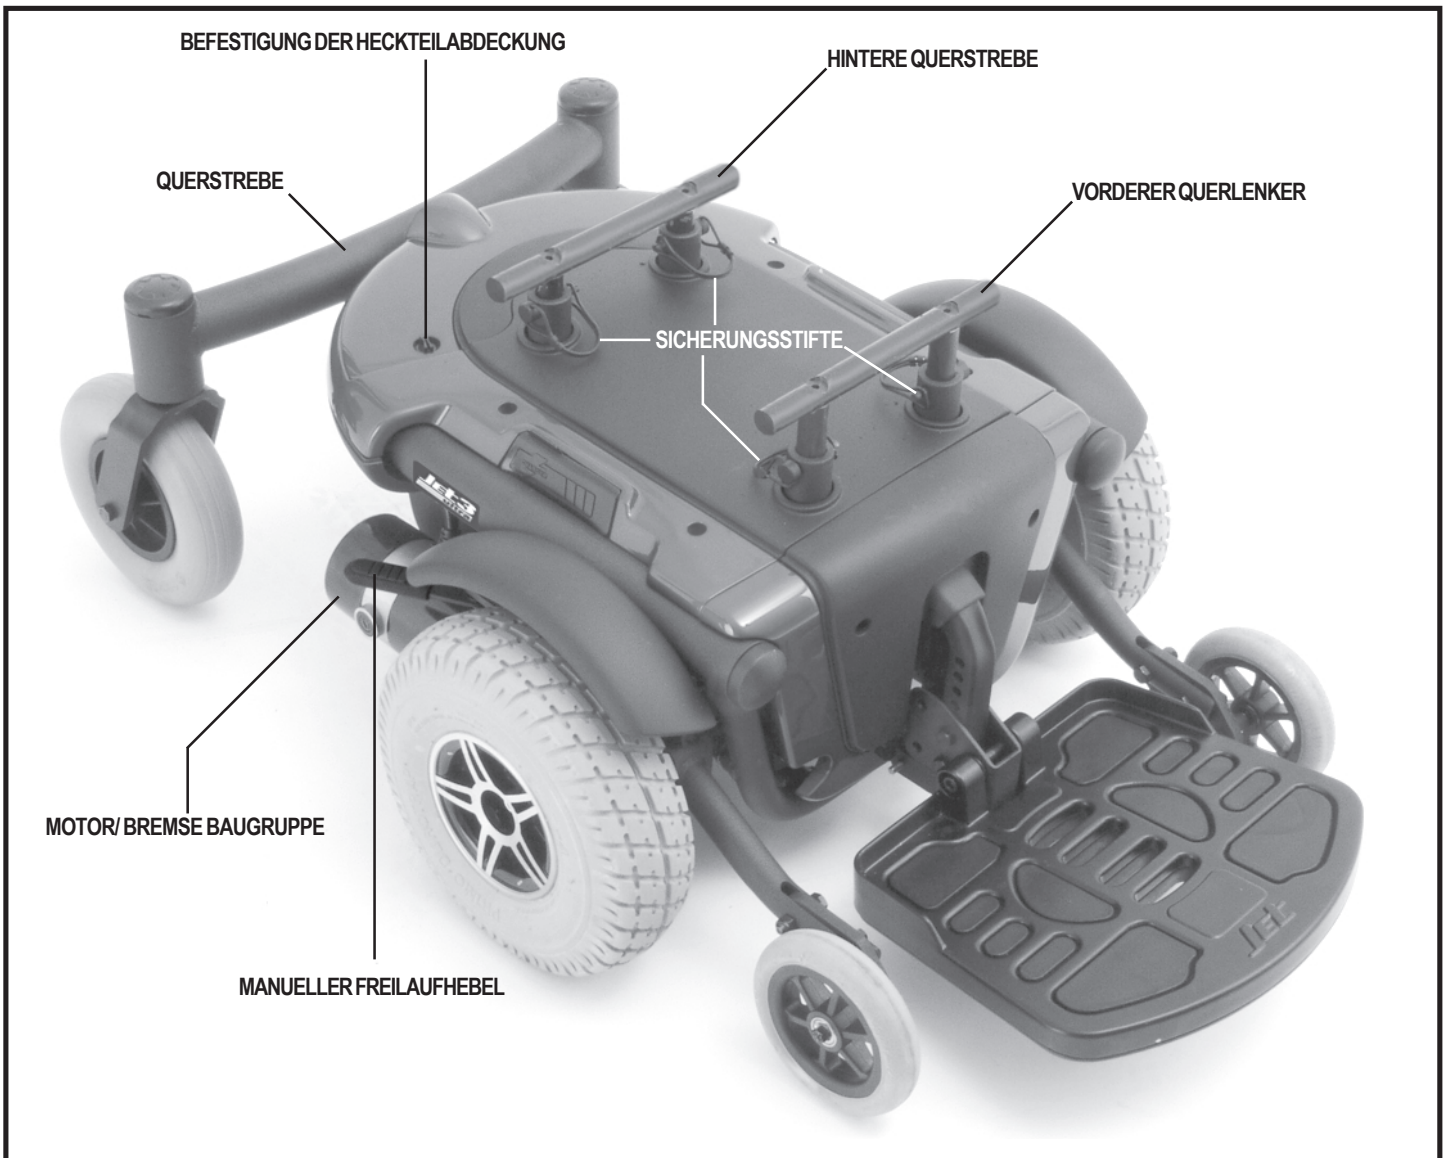

Abb. 6. The Jet 3 Ultra Antriebseinheit
6. Drehen Sie die Befestigungen der Heckteilabdeckung eine Vierteldrehung in eine beliebige Richtung. Siehe Abb. 6
2. Drehen Sie die Befestigungen der Heckteilabdeckung eine Vierteldrehung in eine beliebige Richtung. Siehe Abb. 6.